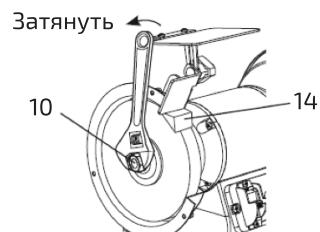

Рис. 11
8. Установить деревянный клин (14) (не входит в комплект поставки) между шлифовальным кругом и защитным кожухом круга (рис. 11). Затянуть шестигранную гайку (10).